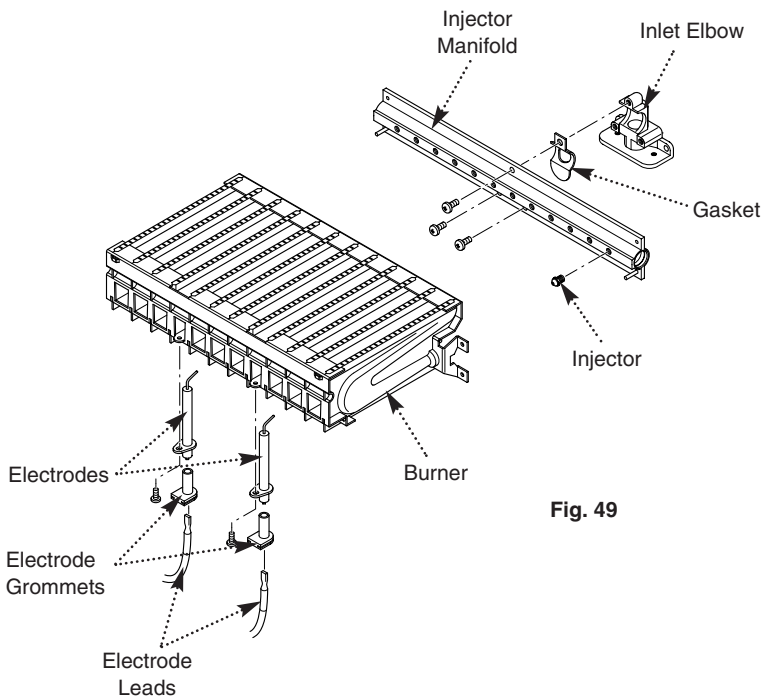

Fig. 49
12.5 Injectors (Fig. 49)
12.6 Electrodes (Fig. 49)